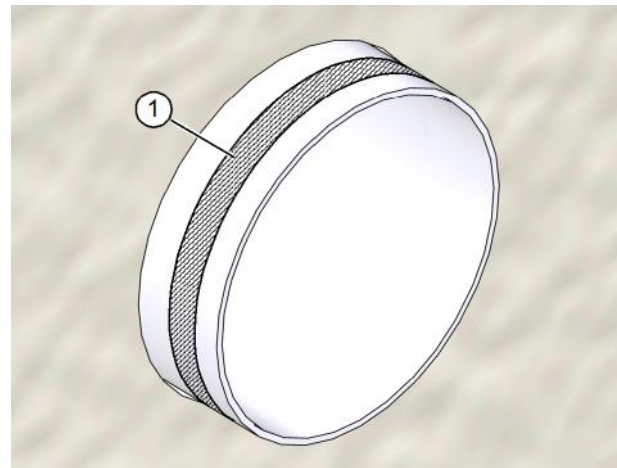

Abb. 13: Dauerelastischen Dichtstoff auftragen
- ▶ Tragen Sie auf die Außenseite der Lüftungsrohrenden (Pos. 1 in Abb. 13) umlaufend eine dünne Schicht dauerelastischen Dichtstoffs auf. Sie fixieren damit den Fassadenabschluss nach dem Aufstecken auf das Lüftungsrohr in der richtigen Position.